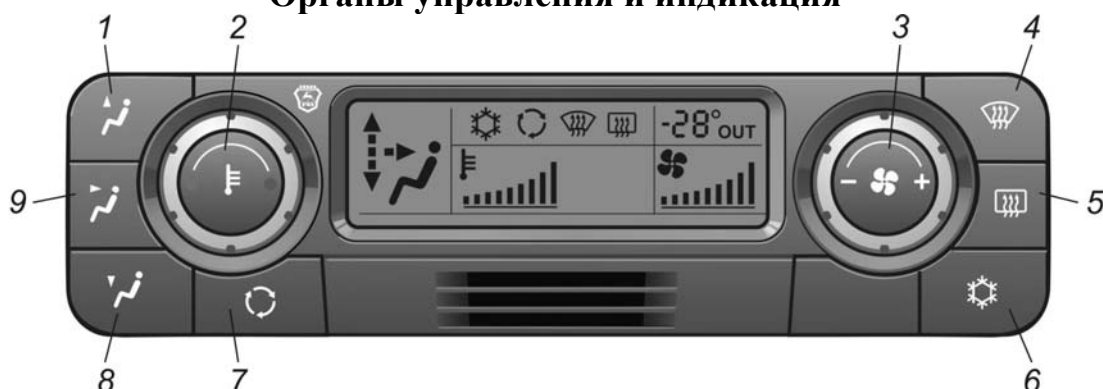

Рис. 8.1. Пульт управления отопительно-вентиляционной и климатической установкой
- установить степень нагрева воздуха, выходящего из отопительно-вентиляционной установки, вращая рукоятку 2 (рис. 8.1). Степень нагрева будет условно отображаться на индикаторе .
- установить производительность вентилятора, вращая рукоятку 3 (рис. 8.1). Производительность вентилятора условно отображается на индикаторе .
- установить комфортное распределение воздуха, используя кнопки 1, 8 и 9 (рис. 8.1).
Для достижения максимальной эффективности отопления, а также чтобы изолировать салон от неприятных запахов и дыма можно включить режим рециркуляции, нажав на кнопку 7 (рис. 8.1), при этом на дисплее должен высветиться символ . Режим рециркуляции автоматически выключается через 10 минут. Принудительное выключение режима рециркуляции осуществляется повторным нажатием на кнопку 7 (рис. 8.1). После остановки и последующего пуска двигателя заслонка рециркуляции автоматически переводится в режим забора наружного воздуха.
Для быстрого удалением конденсата или инея со стекол (повышенная влажность, большое число пассажиров, обледенение стекол) можно воспользоваться режимом размораживания (просушивания), для чего нажать на кнопку 4 (рис. 8.1). В этом режиме система включает вентилятор и выработку тепла на максимальную производительность и переводит весь поток воздуха на обдув стекол, при этом на дисплее высвечивается символ . Повторное нажатие на кнопку 4 приводит систему в исходное состояние и символ  гаснет. Если при включенном режиме размораживания (просушивания) остановить и вновь пустить двигатель, система автоматически начнет работать в обычном режиме.
Для включения обогрева зеркал заднего вида (в варианном исполнении) необходимо нажать на кнопку 5 (рис. 8.1) при этом на дисплее высветится символ . Обогрев зеркал автоматически выключается через 10 минут. Повторное нажатие на кнопку 5 приводит к включению обогрева еще на 10 минут. Если выключить зажигание до истечения десяти минут, то при последующем включении зажигания обогрев не включится. Можно принудительно выключить обогрев до того как он выключится автоматически, повторно нажав на кнопку 5.
С помощью кнопок 1, 8 и 9 (рис. 8.1) можно перераспределять поток воздуха в трех функциональных направлениях: в ноги водителя и пассажиров; на ветровое стекло и боковые стекла дверей; в зону груди через дефлекторы вентиляции. Текущее состояние распределения отображается на индикаторе
Последовательно нажимая на кнопку 1 (рис. 8.1), можно перевести весь поток воздуха на ветровое стекло. На индикаторе будет отображаться верхний треугольник и три вертикальных сегмента (воздух подается в дефростеры ветрового стекла, дефростеры боковых стекол и боковые дефлекторы вентиляции).
Последовательно нажимая на кнопку 8 (рис. 8.1), можно перевести весь поток воздуха в зону ног. На индикаторе будет отображаться нижний треугольник и три вертикальных сегмента (воздух подается в патрубки обдува ног водителя и переднего пассажира).
Используя кнопки 1 и 8 (рис. 8.1), можно добиться комфортного распределения воздуха, установив одно из промежуточных положений, например 25% на стекло и 75% в ноги. Индикатор на дисплее будет отображать верхний и нижний треугольники и два вертикальных нижних сегмента (оптимальное распределение для холодного времени года).
Нажав на кнопку 9 (рис. 8.1), можно включать подачу воздуха в центральные дефлекторы вентиляции. Индикатор на дисплее будет высвечивать боковой треугольник и горизонтальный сегмент дополнительно к описанным выше символам (воздух дополнительно подается в центральные дефлекторы вентиляции). Повторное нажатие выключает подачу воздуха в центральные дефлекторы. Включение подачи воздуха в центральные дефлекторы возможно только при наличии потока на ветровое стекло.
Управление системой кондиционирования автомобилей ГАЗ-3302 и мод., ГАЗ-2705 и мод. осуществляется с пульта управления климатической установкой, расположенного на панели приборов. Для включения кондиционера необходимо нажать на кнопку 6 и установить необходимую производительность вентилятора ручкой 3 (рис. 8.1). При этом на дисплее отобразятся соответствующие символы. Для выключения кондиционера необходимо повторно нажать на кнопку 6.
Управление передним охладителем осуществляется с пульта управления климатической установкой, расположенного на панели приборов. Для включения переднего охладителя необходимо нажать на кнопку 6 и установить необходимую производительность вентилятора ручкой 3 (рис. 8.1). При этом на дисплее отобразятся соответствующие символы. Для выключения кондиционера необходимо повторно нажать на кнопку 6.
После длительной стоянки закрытого автомобиля в солнечную жаркую погоду, рекомендуется на несколько минут открыть двери или окна, проветрить салон, затем включить кондиционер в режиме рециркуляции, для чего нажать кнопку 7 (рис. 8.1). Режим рециркуляции будет работать в течение 10 мин., затем автоматически переключится на забор воздуха снаружи.